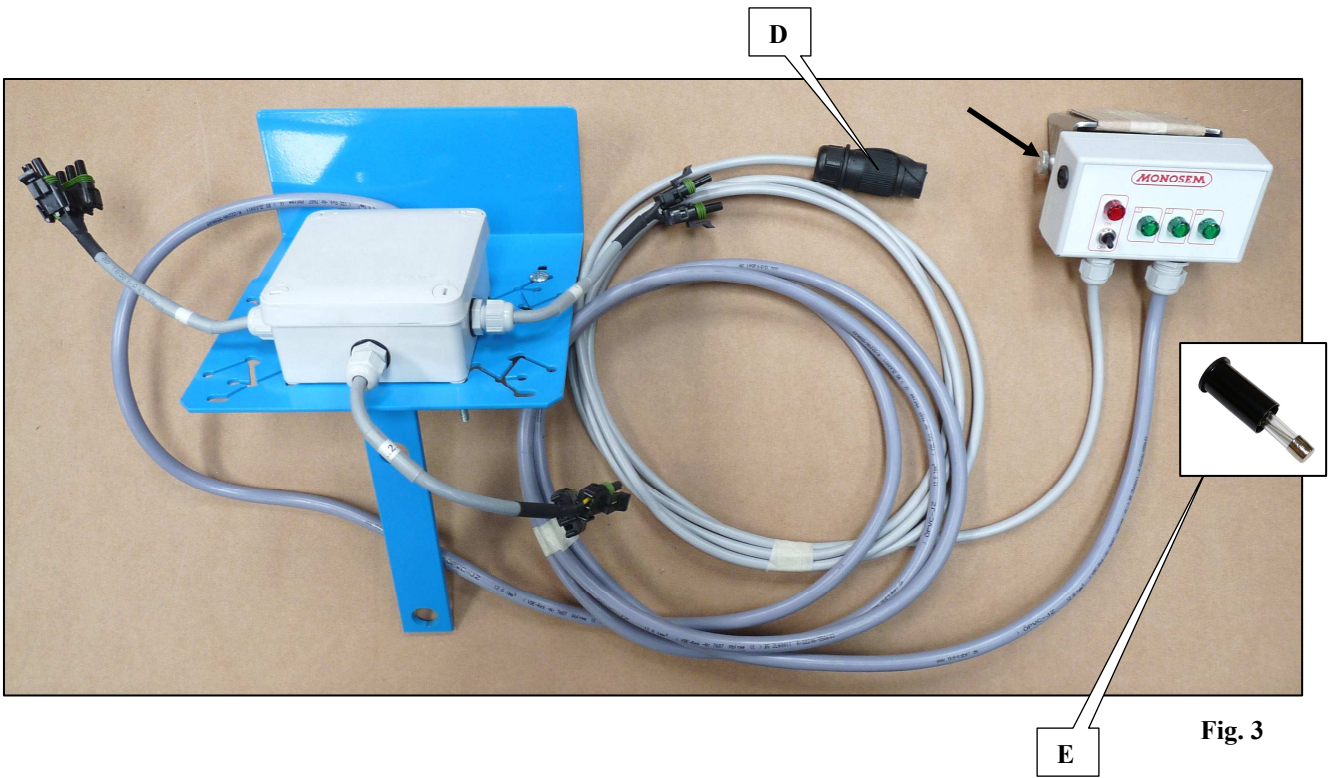

Fig. 3
- einem im Führerstand des Traktors zu installierenden Bediengerät (Abb. 3) mit dem dazugehörigen Stromkabel A und dem Kabelbündel B für die Abschaltungen.
- einer auf dem Fahrgestell der Sämaschine anzubringenden Verteilerdose (D, Abb. 3).